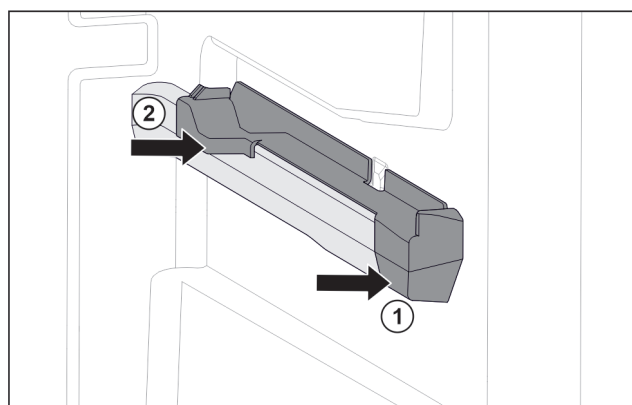

Fig. 124 Påsætningsdel på den højre beholderrist
- ▶ Sæt den forreste del af påsætningsdelen på beholderristen. Fig. 124 (1)
- ▶ Tryk den bageste del af påsætningsdelen på. Fig. 124 (2)